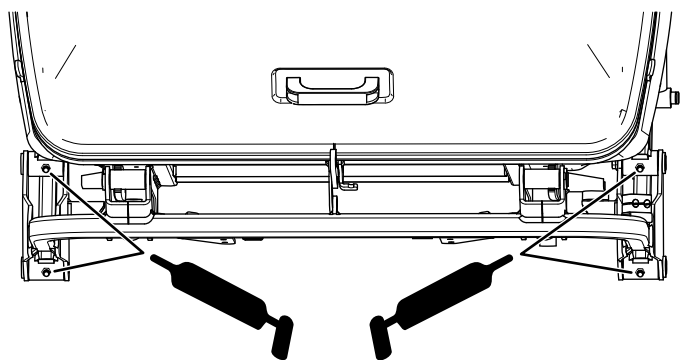

Figura 49
- Bracci della tramoggia – inferiore, posteriore (Figura 49)